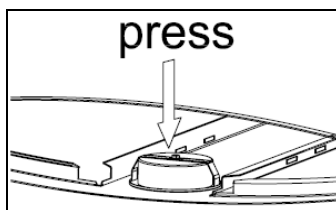

图. 12
## 灯的更换 (图. 12)
- 推出机体里的灯泡 (图. 12).